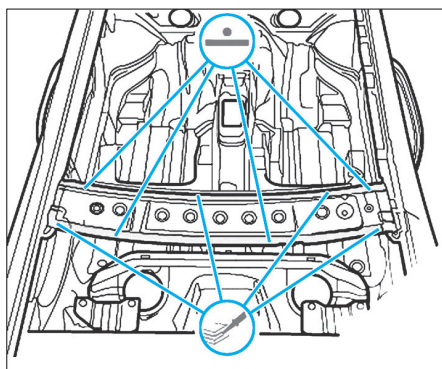

FIG. 40
- Souder la pièce neuve, soudeuse par points en ligne droite (Fig.40).